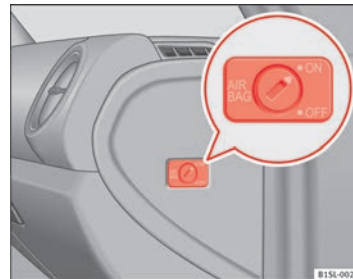

Abb. 49 Auf der Beifahrerseite: Schlüsselschalter zum Ab- und Einschalten des Beifahrer-Frontairbags.
- Mit dem Fahrzeugschlüssel den Schlüsselschalter in die Position **OFF** drehen ⇒ Abb. 49.
- Mit dem Fahrzeugschlüssel den Schlüsselschalter in die Position **ON** drehen ⇒ Abb. 49.